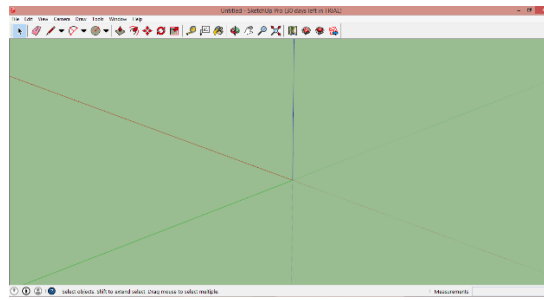

Рисунок 2.3
3. Вилучаємо людину в центрі координат (рис.2.3), для цього виділяємо її за допомогою миші і натискаємо клавішу **DEL**.